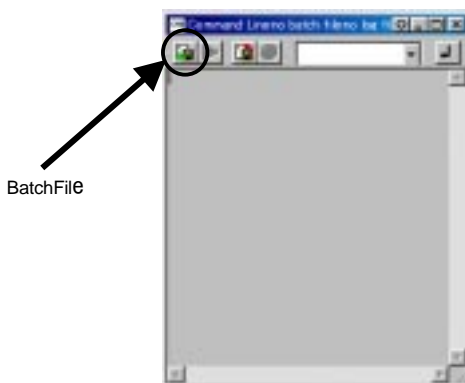

図 4.7 コマンドライン入力
- メニューバーのView    CommandLineを選択し、ウインドを開き（図4.7参照）、左上のBatchFileボタンをクリックし、SH7727フォルダ内の7727E10A.hdcを指定してください。この操作によりBSCが設定され、SDRAMへのアクセスが可能となります。